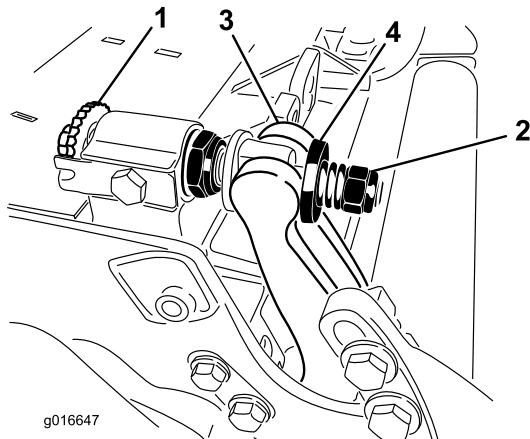

Figura 26
- Gire el tornillo de ajuste de la barra de asiento, en el sentido contrario a las agujas del reloj, para alejar la contracuchilla del molinete (Figura 26).
- Afloje la tuerca de tensado del muelle hasta que el muelle deje de presionar la arandela contra la barra de asiento (Figura 26).